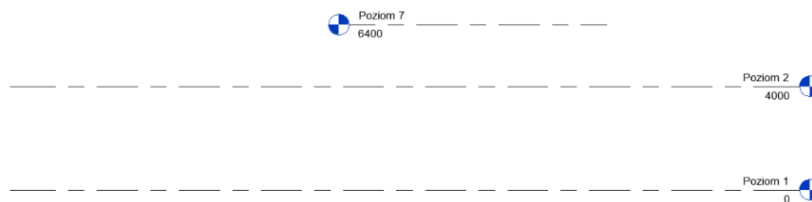

Rys. 3.3 Umiejscowienie funkcji Poziom w karcie Architektura
- Pierwszym sposobem jest wybranie narzędzia **Poziom**. Narzędzie **Poziom** można znaleźć w dwóch miejscach. Pierwsze z nich: **Architektura** → **Odniesienia** → **Poziom**  **Poziom** (Rys. 3.3). Drugie: **Konstrukcja** → **Odniesienia** → **Poziom**  (Rys. 3.4).